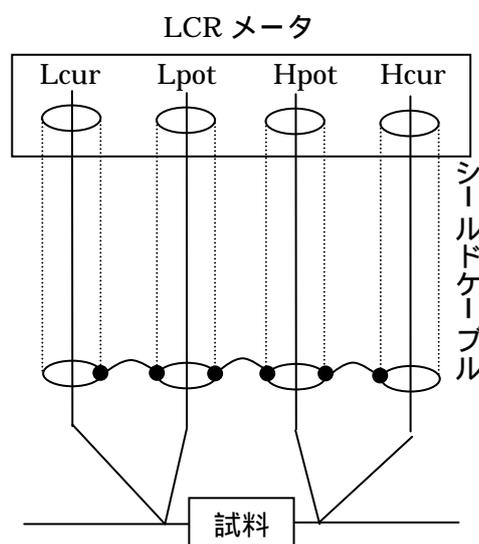

図 1 小容量測定の基本構成
(1) (2) 項については、基本として図 1 の測定構成をとる必要があります。そして、更に次のような注意事項があります。